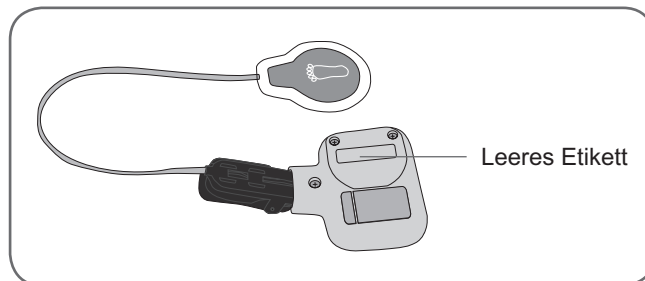

Abbildung 10-4: Intelli-Sense Gait Sensor™
8. Schreiben Sie die Nummer auf das kleine Etikett auf der Rückseite des neuen Intelli-Sense Gait Sensor™ (siehe Abbildung 10-4).